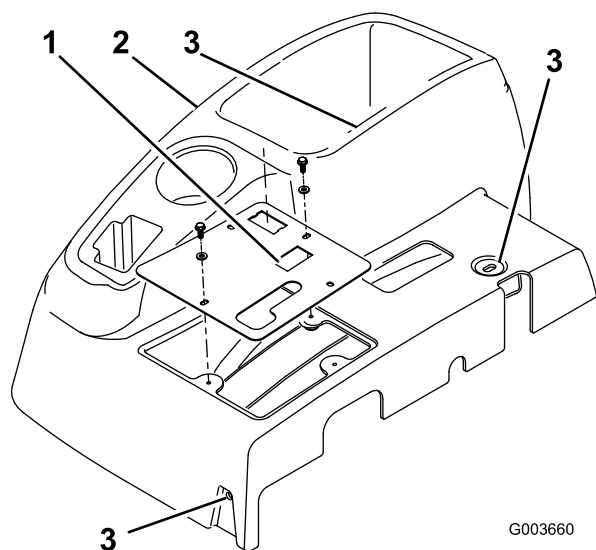

Figura 1
3. Remova as 4 anilhas e parafusos que fixam o painel de controlo à consola (Figura 1). Desligue a cablagem do contador de horas. Remova o painel de controlo (Fig. 1).
4. Remova os 3 parafusos que fixam a consola à estrutura (Figura 1). Remova a consola elevando suavemente a extremidade inferior da consola em redor do suporte e deslizando-o para além do manípulo do travão.